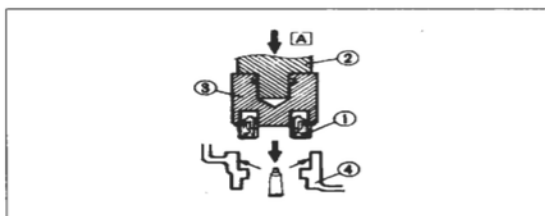

Bild 124
- Gehäuseschrauben des Thermostats ③ Bild 124 ausdrehen und Thermostatventil entnehmen.